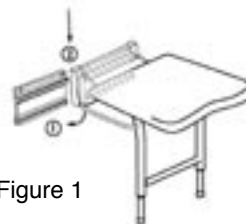

Figure 1
- Dévisser les deux vis sans tête situées au-dessous de la plaque de fixation. Tenir cette plaque puis l'ôter du siège (voir Figure 1).